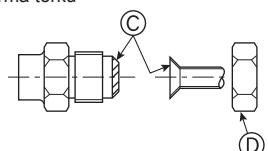

Fig. 4-8
Ⓐ (Fig. 4-8)
Ⓑ (Fig. 4-8)
4.4. Boruların bağlanması (Fig. 4-8)